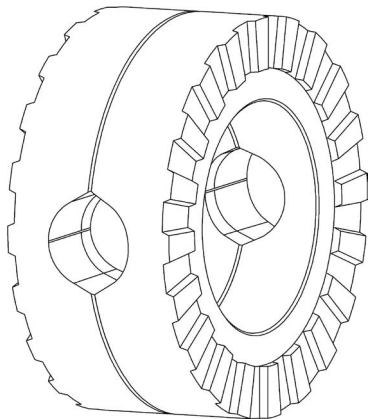

Рис. 2
9. Объедините обе распорные муфты со штифтами, пружинками и дистанционными кольцами в сборе в один пакет. Штифты одной муфты должны быть расположены напротив колодцев с пружинками другой муфты (**Рис. 2**).